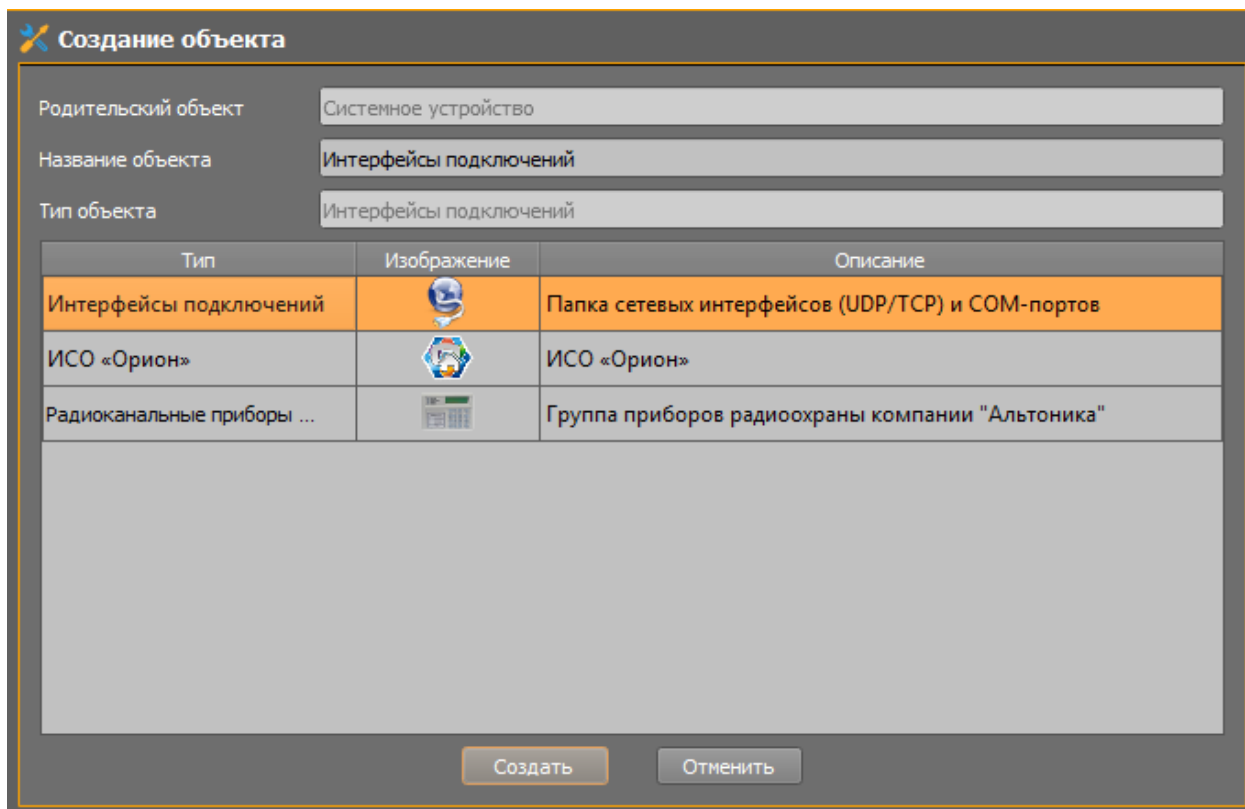

Рисунок 46 Создание интерфейсов подключений
2. Через вызов контекстного меню в диалоговом окне создания объекта выберите объект «Интерфейсы подключений» и создайте его (рис.46).